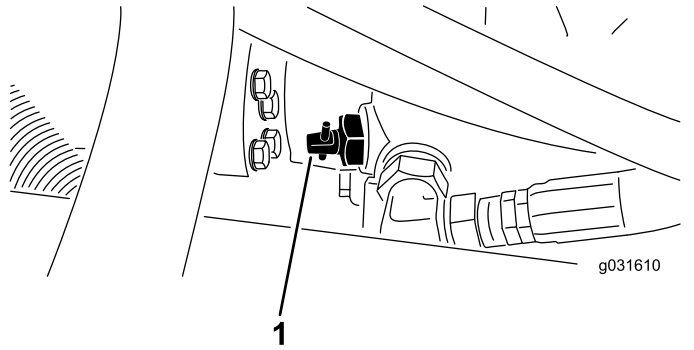

Figura 28
1. Girate la valvola di bypass, sulla pompa a 90° (Figura 28).